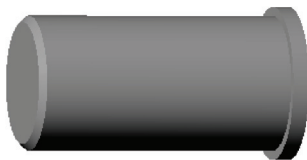

图 8-28 打开模型文件
STEP 01 单击快速访问工具栏中的“打开”按钮，打开模型文件，如图 8-28 所示。